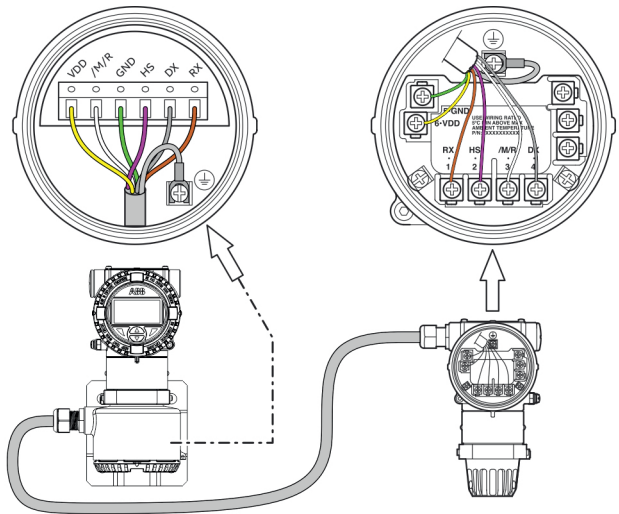

Abb. 32 Elektrischer Anschluss
- Die Adern an die entsprechenden Klemmen anschließen (siehe Abbildung 32).